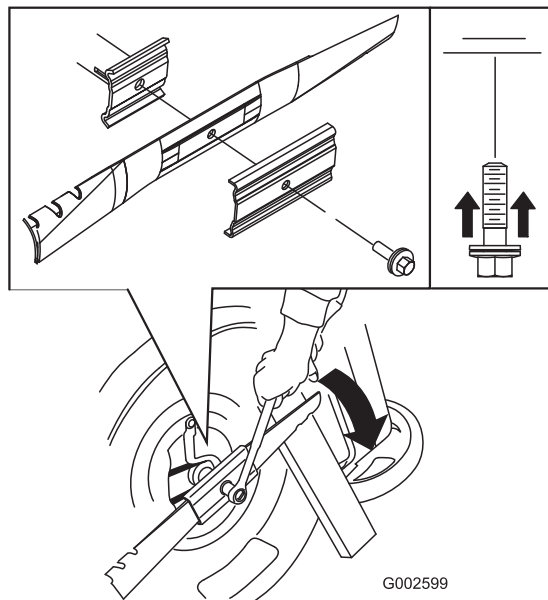

Figura 29
- Instale la cuchilla nueva (gire el perno de la cuchilla en el sentido de las agujas del reloj) y todos los herrajes de montaje (Figura 29).